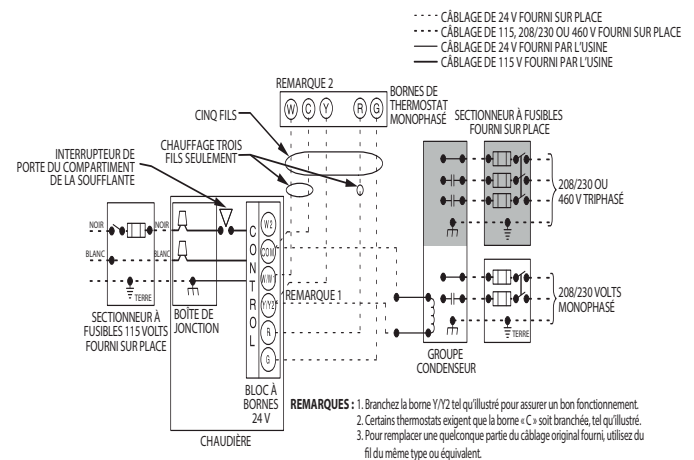

Fig. 37 – Schéma de câblage d'appareil à deux phases type
6. Branchez l'alimentation électrique et les fils neutres aux fils d'alimentation électrique de la chaudière, comme illustré à la Fig. 37.
5. Branchez les fils neutres et les fils électriques aux fils d'alimentation électrique de la chaudière, tel qu'illustré à la Fig. 37.
Effectuez les connexions 24 V à la plaquette de connexion 24 V. Consultez la Fig. 39. Branchez la borne Y/Y2 conformément à la Fig. 37 pour assurer une bonne climatisation. N'utilisez que le fil de thermostat en cuivre AWG n° 18, codé par couleur.